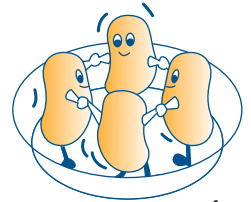

fig. 5
- 5) Si vous cuisez de nombreuses portions du même aliment, par exemple de pommes de terre bouillies, **placez-les en cercle** dans un plat afin d'obtenir une cuisson uniforme (fig. 5).